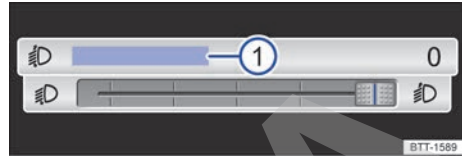

Fig. 110 En el sistema de infotainment: botón desplazable para regular el alcance de las luces.
En función del equipamiento, el alcance de las luces se puede ajustar con el regulador → fig. 109 o con el botón desplazable del sistema de infotainment → fig. 110.
- Pulse el botón de función **Regulación del alcance de las luces** → fig. 110 ①.